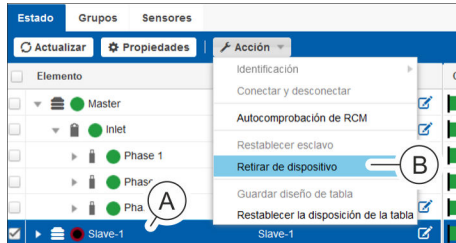

Fig. 101: Menú "Estado" – pestaña "Estado"
2. ➔ En la pestaña "Estado", seleccione la PDU esclava que desee (Fig. 101/Ⓐ).
3. ➔ Con el punto de menú "Acción ➔ Retirar de dispositivo" (Fig. 101/Ⓑ) retire la PDU esclava seleccionada.